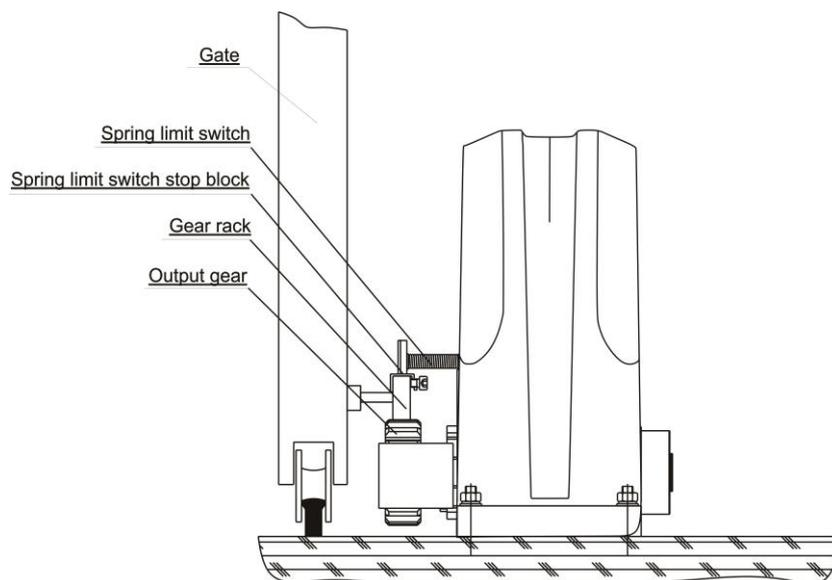

Figura 8
**Limitatorul cu arc** - Instalarea limitatorului cu arc se va face asa cum este aratat in Figura 8: